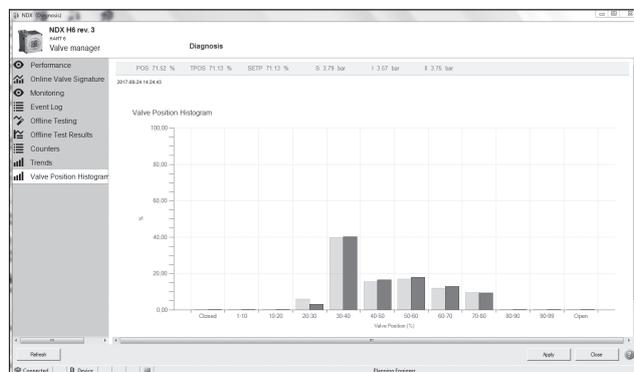

図 80.
- ・ プレステージを慎重に引き出します。プレステージの側面の溝をつかむためにペンチを使用することをお勧めします。プレステージの可動部分に触れないように注意してください。(図80)